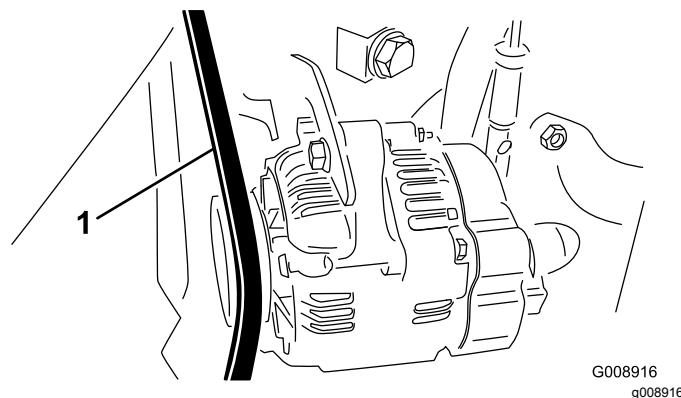

Рисунок 70
2. Проверьте натяжение, надавив на ремень генератора/вентилятора посередине между шкивами генератора и коленчатого вала с усилием 30 Н·м (**Рисунок 70**).